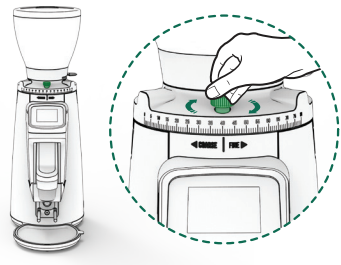

Fig. 11
12.3.7. Para no perder la posición de la escala del regulador con respecto al punto de molienda en ese momento, es imprescindible apretar el ajuste del regulador de molienda girando el freno regulador en sentido horario (**Fig. 11**).